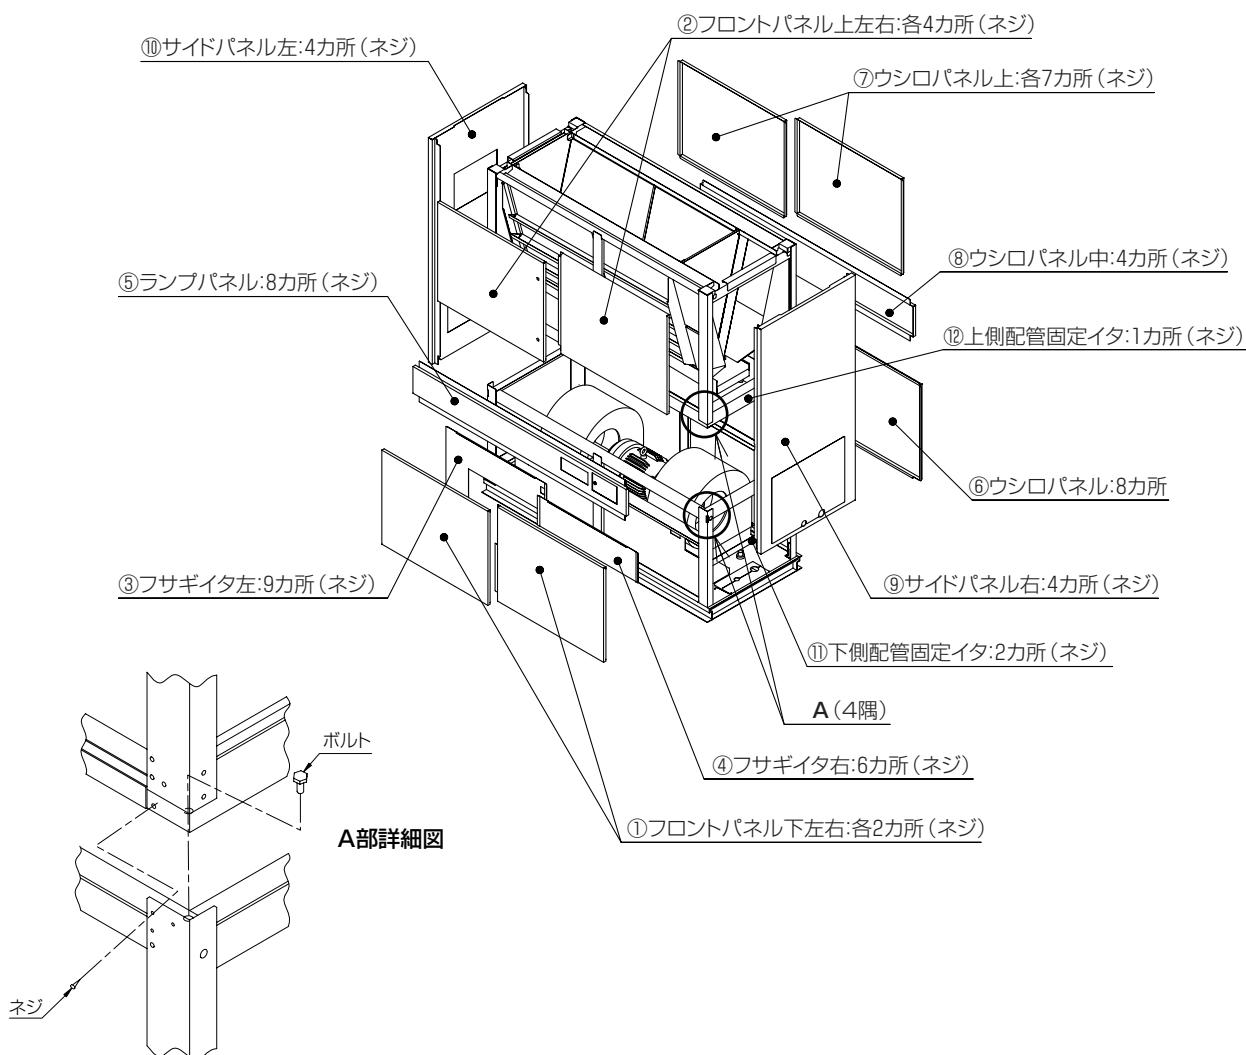

図1
- 図1のA部で指示している部分のボルトおよびネジを外してください。(4隅)